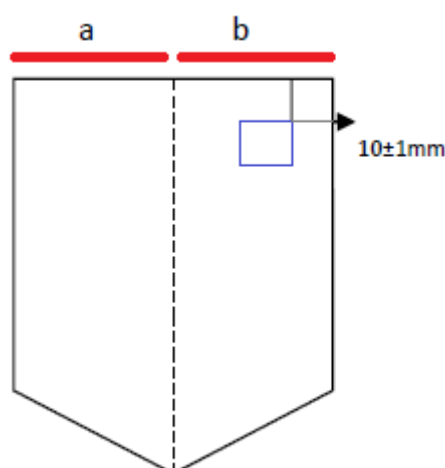

Figura 1
- ✈ Pintar 2 Janelas quadradas com a dimensão de $10 \text{ mm} \pm 1 \text{ mm}$, conforme a Figura 1